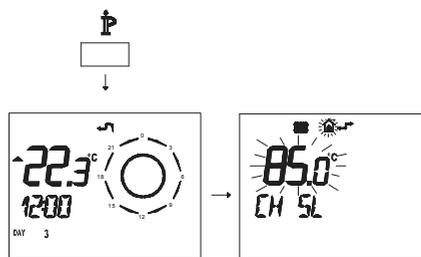

Figura 5.55
- Pulse durante más de 3 segundos el botón **IP** para entrar en la modalidad **INFO** (Figura 5.55).